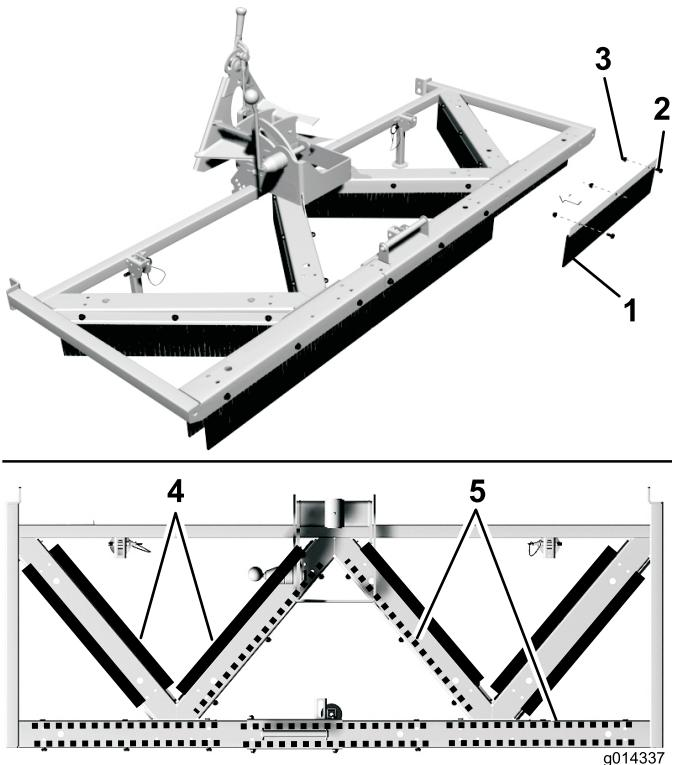

図 6
1. ターフ・グルーマ・アセンブリの側面に、ブラシを 14 個取り付ける； $5/16 \times 0.613$ inch ボルトとワッシャ（各3）を使用する。ブラシは 図 6 のようにフランジの下に取り付ける。
重要 図 6 の通りに取り付けないと、ブラシ同士が干渉します。